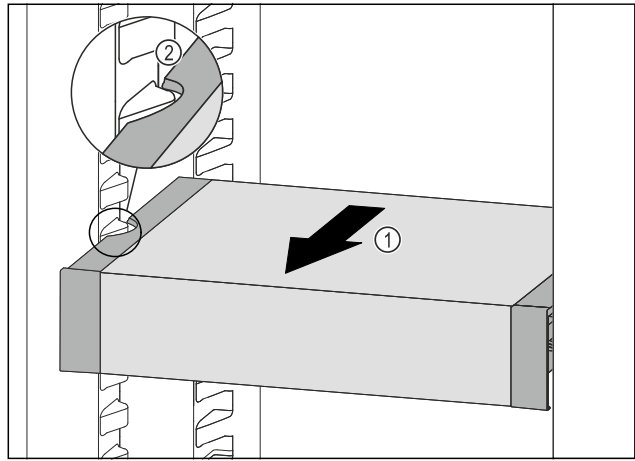

Fig. 110
- ▶ Потягнути VarioSafe вперед Fig. 110 (1), поки бокові заглиблення VarioSafe не опиняться на рівні ребра для ємності в охолоджувальному відділенні. Fig. 110 (2)